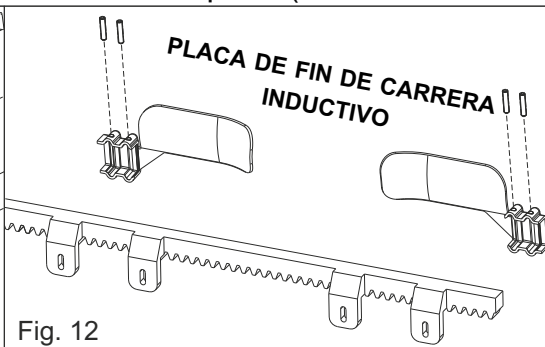
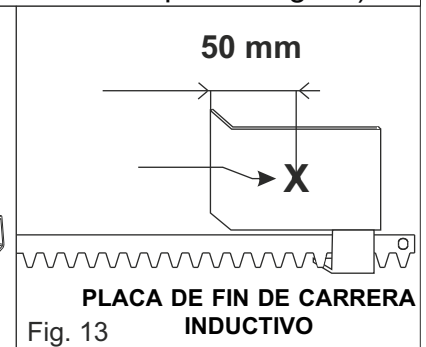

Fig. 12
Fig. 13
- **FINAL DE CARRERA INDUCTIVO:** posicionar la placa (Fig. 12) en la cremallera según la posición deseada de final de carrera (Fig. 14); fijar la placa en la cremallera con los tornillos suministrados. Llevar la placa de apertura del dispositivo de fin de carrera inductivo (indicada por una flecha en el dispositivo a bordo del operador) en correspondencia con el punto «X» de la placa (50 mm del lado doblado de la placa - Fig. 13).
- **FINAL DE CARRERA INDUCTIVO:** posicionar la placa (Fig. 12) en la cremallera según la posición deseada de final de carrera (Fig. 14); fijar la placa en la cremallera con los tornillos suministrados. Llevar la placa de cierre del dispositivo de fin de carrera inductivo (indicada por una flecha en el dispositivo a bordo del operador) en correspondencia con el punto «X» de la placa (50 mm del lado doblado de la placa - Fig. 13).